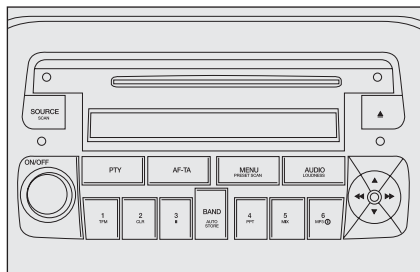

fig. 3
- ☐ avec autoradio demandé **fig. 3**;